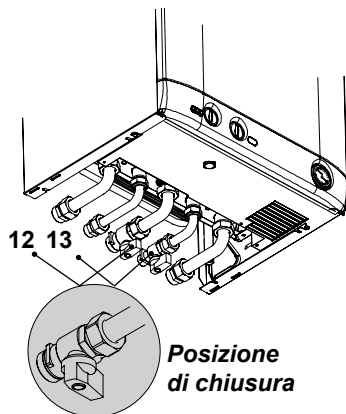

Figura 9.3
- Chiudere il rubinetto entrata 13 in Figura 9.3.